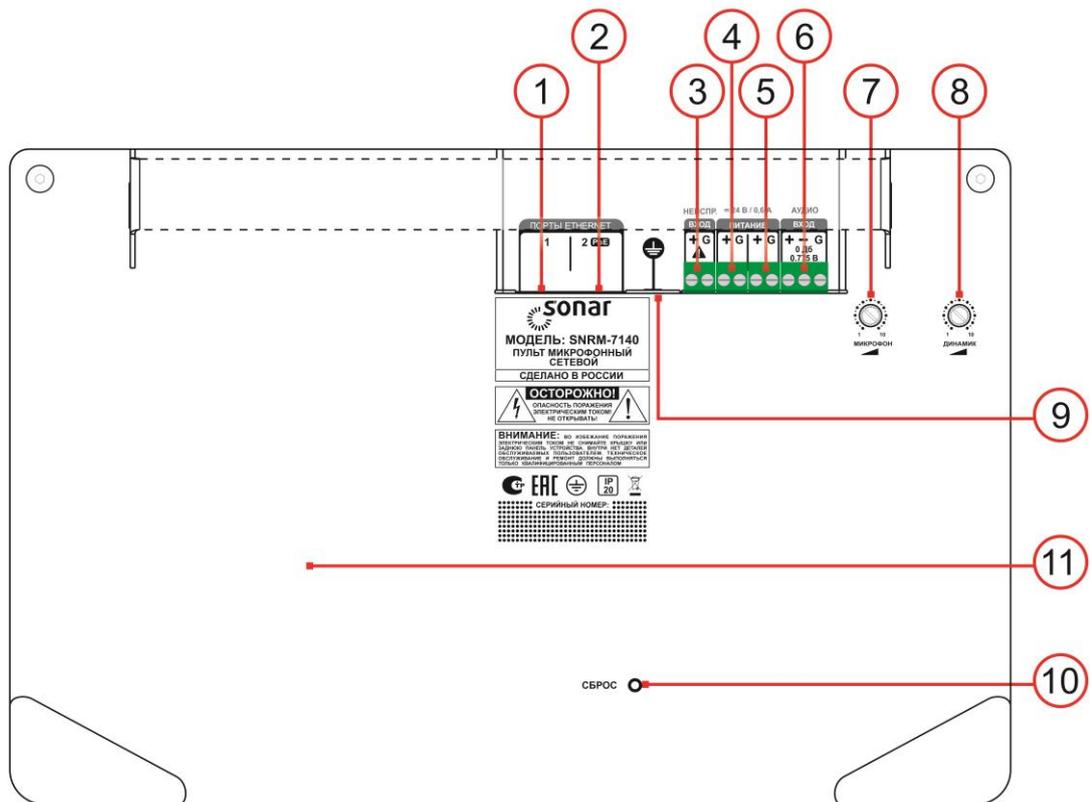

Рисунок 2
5.3 На задней панели пульта (*Рисунок 2*) расположены:
- ① – порт Ethernet № 1;
- ② – порт Ethernet № 2 с возможностью питания по PoE (стандарт IEEE 802.3af, класс 0);
- ③ – вход «НЕИСПР.» для приема сигнала неисправности типа «сухой контакт»;
- ④ – разъем основного питания 24 В, 0,6 А;
- ⑤ – разъем резервного питания 24 В, 0,6 А;
- ⑥ – вход «АУДИО» для приема аудио сигнала линейного уровня 0 дБ (0,775 В);
- ⑦ – регулятор уровня громкости микрофона;
- ⑧ – регулятор уровня громкости встроенного динамика;
- ⑨ – площадка под винт для присоединения заземляющего проводника;
- ⑩ – кнопка «СБРОС», возврат к заводским параметрам сетевых настроек;
- соединить клеммы разъема основного питания ИЛИ клеммы разъема резервного питания пульта (см. рисунок 2) с соответствующими клеммами источника питания проводниками сечением не менее 0,5 мм2;